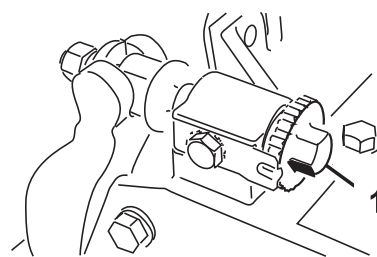

図 18
1. ベッドナイフ調整ノブ (図18) を左に回して、ベッドナイフとリールの接触を完全になくす。